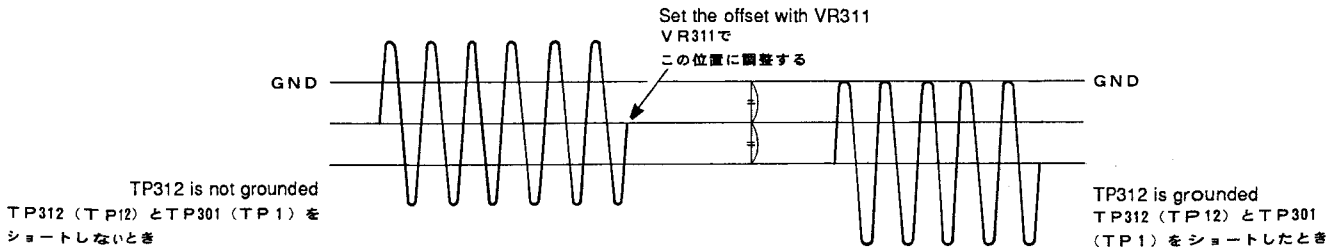

Fig. 5
- ⑤ Set ground reference for CH1.
- ⑥ Short with jumper wire TP312 to TP301 (GND).
- ⑦ Note the DC center level of waveform at TP306 (oscilloscope CH1, refer to figure 5).
- ⑧ Remove the jumper wire between TP312 and TP301.
- ⑨ Using VR311 adjust DC center of waveform to half of that noted in item 7 (refer to figure 5).
- ⑩ Adjust voltage at TP312 using VR308.
- ⑤ オシロスコープのCH1のGNDレベルをセットする。
- ⑥ TP312 (TP 12) とTP301 (TP 1、GND) をリード線でショートしその時のTP306の波形のDCセンターレベルをメモする。
- ⑦ TP312 (TP 12) とTP301 (TP 1、GND) のジャンパーを外す。
- ⑧ TP306の波形のDCセンターずれが⑥でメモした値の1/2となるようにVR311で調整する。(Fig. 5)
- ⑨ VR308にてTP312 (TP 12) の電圧を下記の値に調整する。(Offsetを元に戻す)